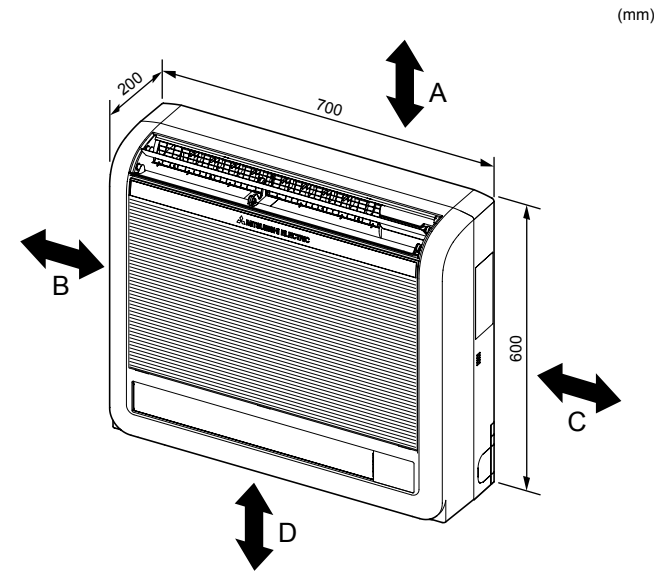

Fig. 2-1
①	Tubo di drenaggio	1
②	Copritubo	1
③	Fascetta	2
④	Staffa di fissaggio unità interna	1
⑤	Vite di fissaggio per ④ 4 × 25 mm	5
⑥	Vite per legno per il fissaggio dell'unità interna	4
⑦	Rondella di ⑥	4
⑧	Nastro di feltro (usato per la tubazione a sinistra o in basso a sinistra)	1
⑨	Cavo del comando a distanza MA	1
2.1. Dimensioni dell'unità (Sezione interna) (Fig. 2-1)